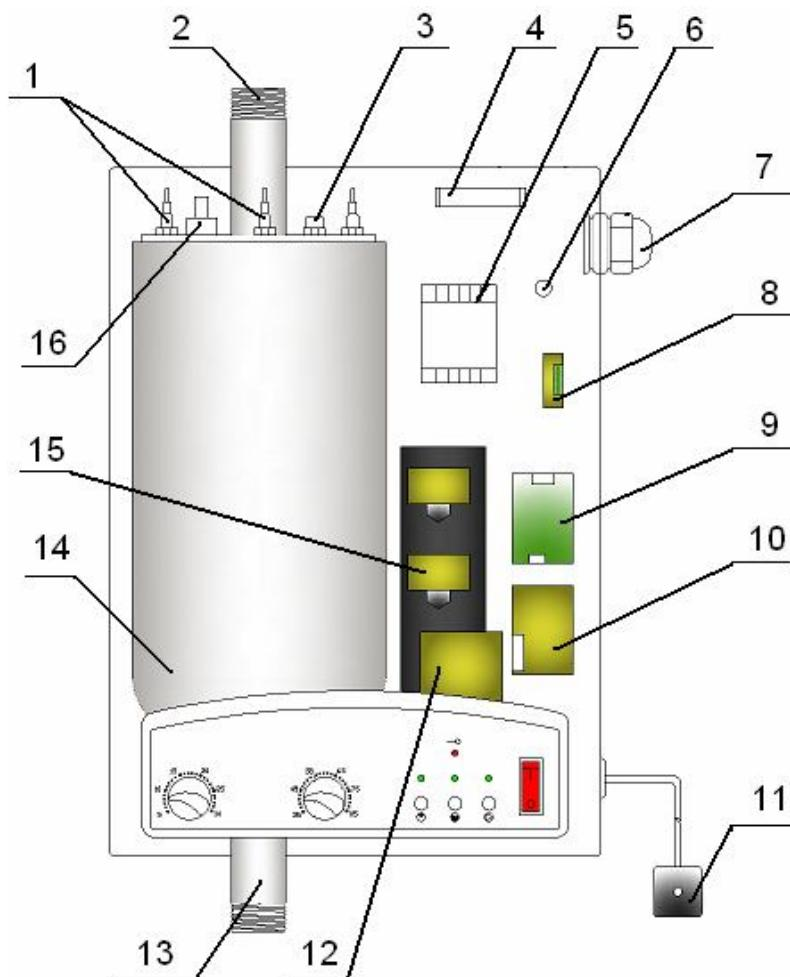

Рис.1 РУСНИТ 205М, 206М, 207М, 208М, 209М
5.1. Отопитель состоит из следующих основных частей: теплообменника (бака), элементов коммутации и электронных блоков (силового блока, блока питания и измерительного блока).(рис.1)